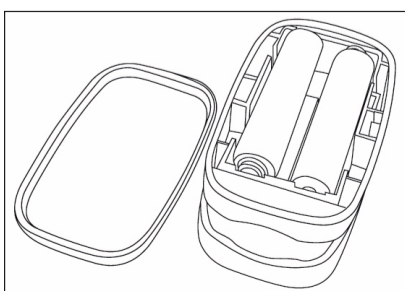

Figura 3. Instalación de las pilas
- A. Vea la Figura 3. Retire la tapa e inserte las dos pilas AAA respetando su orientación correcta.